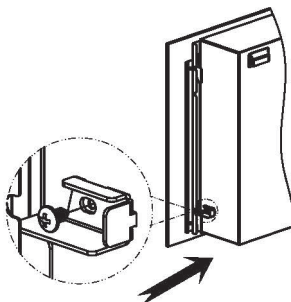

Figure 6
- Fixez la vitre avant avec les vis fournies et serrez-les (voir figure 6).